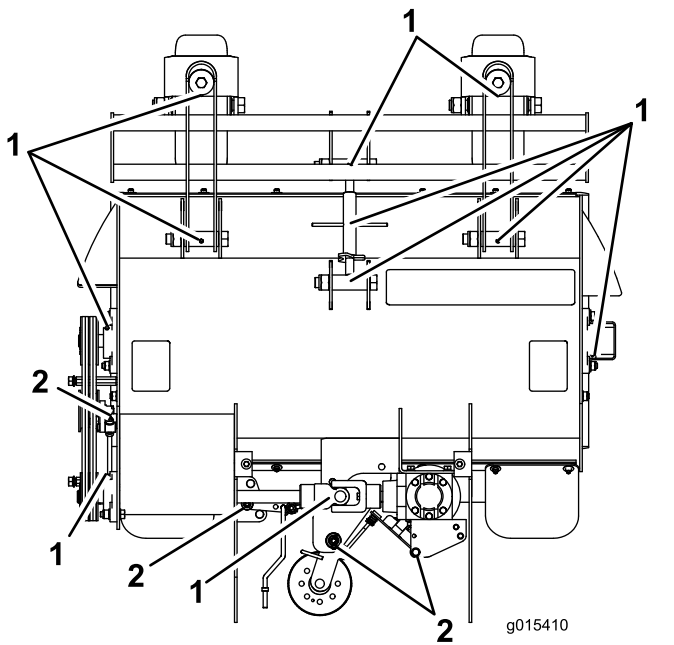

Bild 5
6. Entfernen Sie alle 400 Betriebsstunden die in Bild 5 dargestellten Punkte und schmieren Sie diese mit Schmierfett.